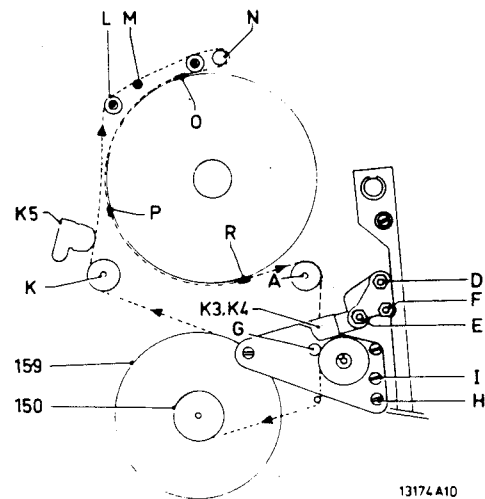

Fig. III-17
a. Cassettenrollenachsen A und K (siehe Abb. III-17)
c. Tonachse G (siehe Abb. III-17)
- Einstellbar, wenn man Mutter E (siehe Abb. III-17) weiter ein- oder ausdreht.
- Einstellbar, wenn man Mutter F (siehe Abb. III-17) weiter ein- oder ausdreht.
2.4.11. Audio/Sync.-Kopf (siehe Abb. III-17)